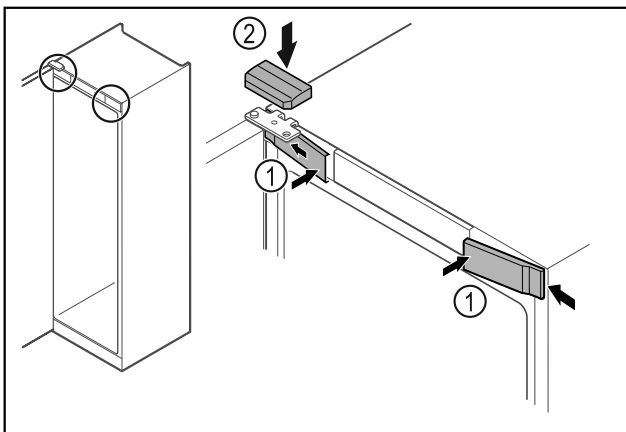

Fig. 58
- Vordere Abdeckungen Fig. 58 (1) seitlich einhaken und aufrasten.
- Obere Abdeckung Fig. 58 (2) von oben aufrasten.